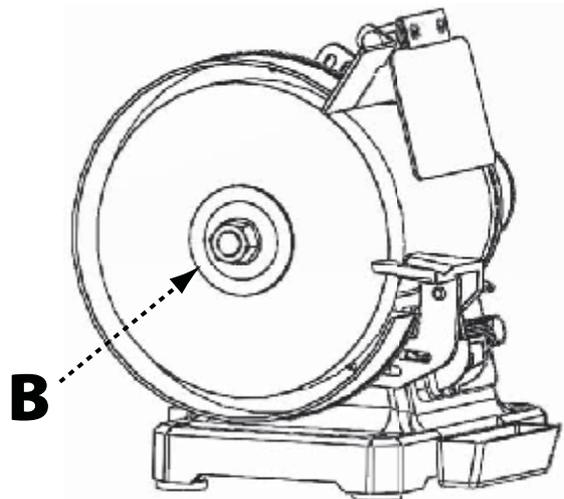

FIGURA 5
3. Con una llave adecuada, en la tuerca del eje(B) al tiempo que usa la otra mano para impedir que el disco se mueva. Vea la Figura 5. Apriete la tuerca del eje tanto como seaposible.